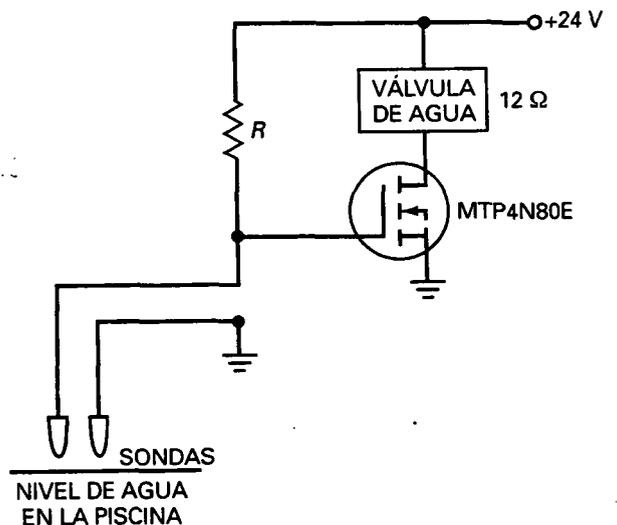

Figura 14-31
- 14-21. ¿Cuál es la corriente a través de la válvula de agua de la Figura 14-31 cuando la tensión de puerta es alta? ¿Y cuando es baja?
- 14-22. La tensión de alimentación de la Figura 14-31 se cambia a 12 V y la válvula de agua se cam-